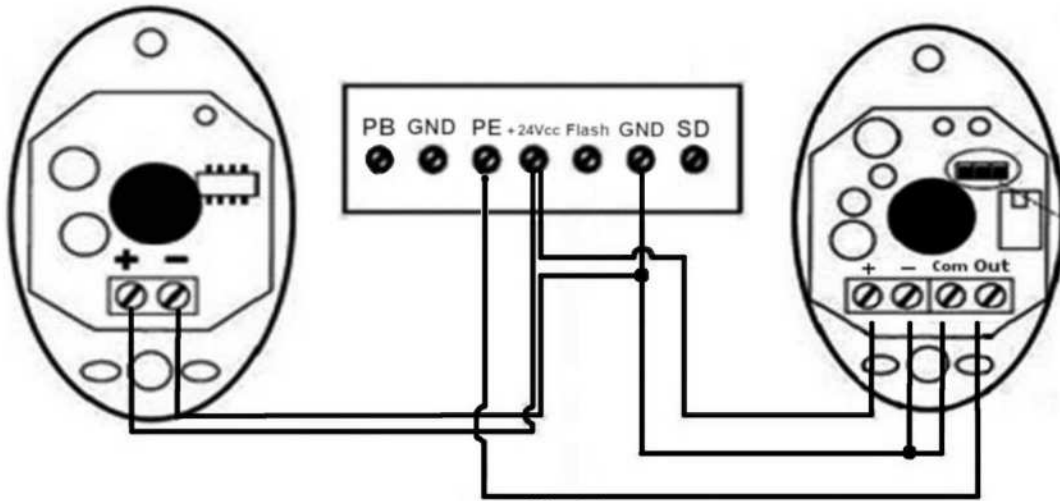

Fig.61
9.4.-Conexión de las Fococeldas (Opcional), (Fig.61)